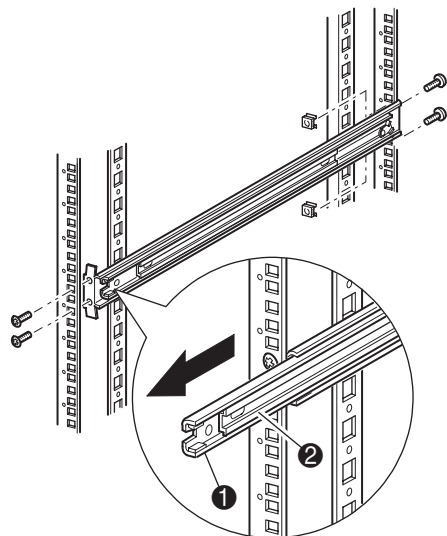

Figura 2-4: Installazione delle guide
2. Rimuovere la mascherina e fissare le guide utilizzando i dispositivi di fissaggio in dotazione (vedere la Figura 2-4). Le staffe delle guide anteriori sono filettate in maniera tale da accogliere direttamente le viti in posizione corretta. Le staffe posteriori non sono filettate e richiedono l'inserimento di dadi nelle guide verticali della parte posteriore del contenitore del rack.